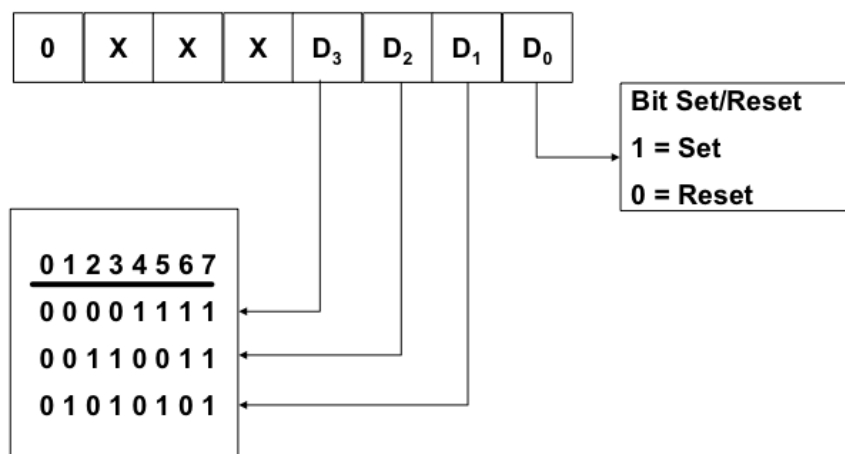

Figura 4
- Permette di effettuare la scrittura di un valore logico in un singolo bit della porta (come si evince dalla figura 4) impostando i bit D 0-3 con l'indirizzo del bit da modificare e D0 con il valore da attribuire.